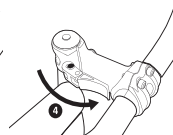

Рис. 36
3. Верните рычаг эксцентрика в исходное сложенное состояние до щелчка (рис. 36).